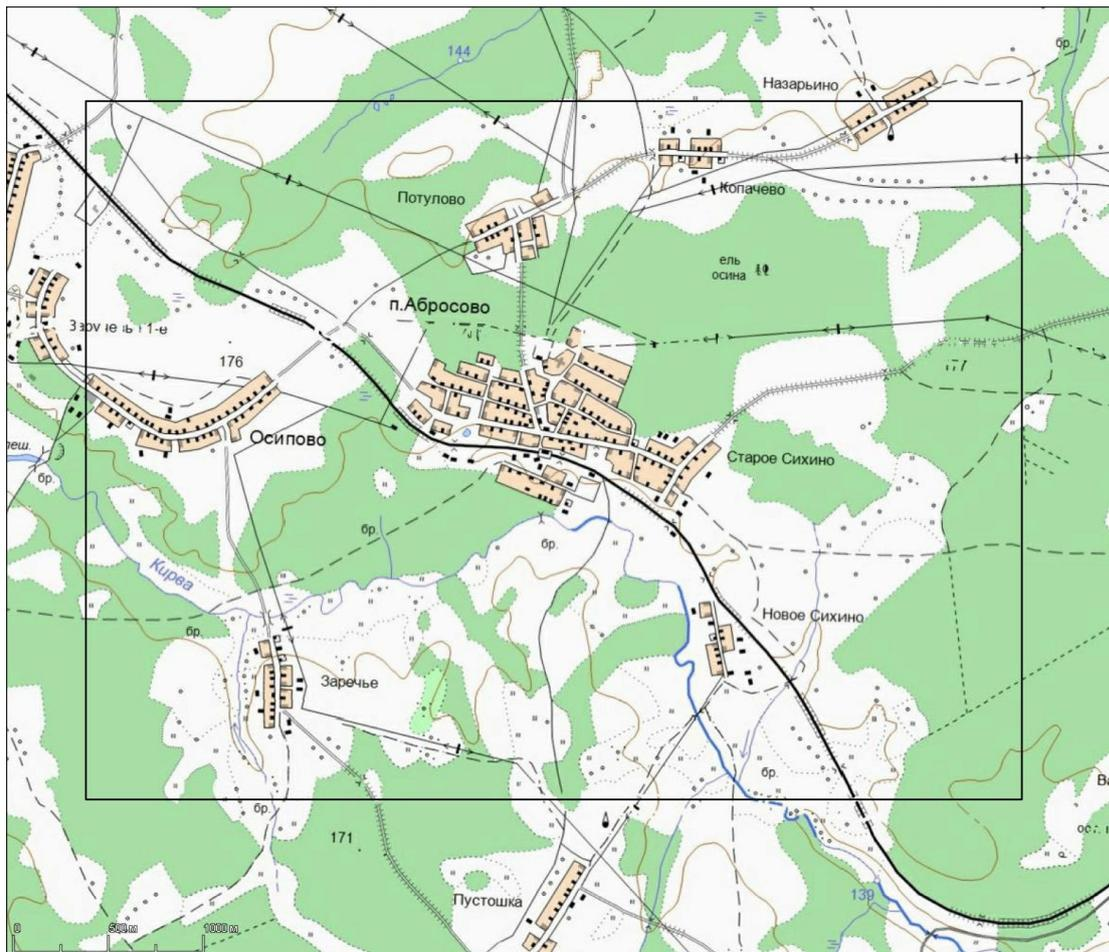

Рис. 2.1. Исходное изображение карты с контуром подрезки
**Подрезка и подготовка изображения.** Нарисуйте на свободном месте в слое РАМКА будущий контур подрезки – рамку размером 200×150 мм. Перенесите контур на изображение примерно по его центру по примеру на рис. 2.1.